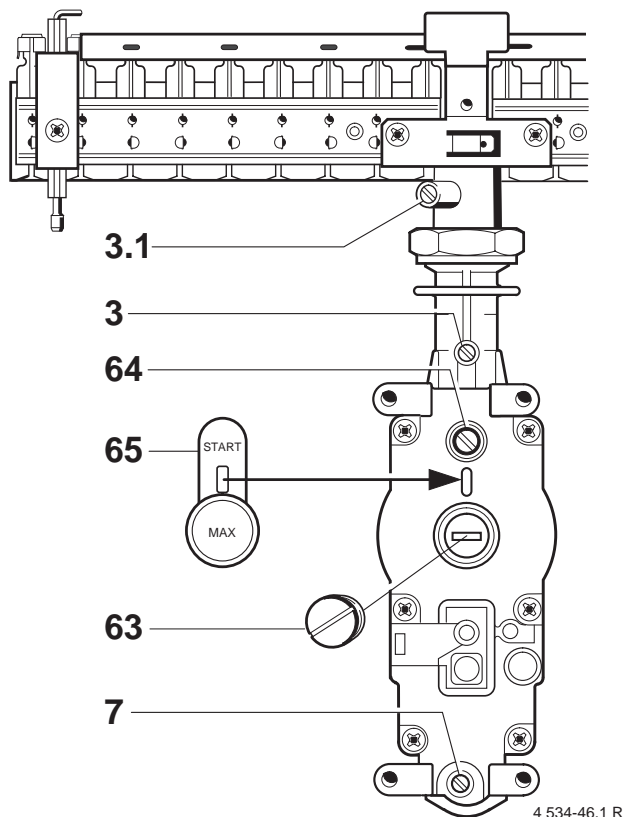

Fig. 49 Gruppo gas CE 426 per gas metano e gas liquido
- Rimuovere il sigillo 65 (fig. 49).